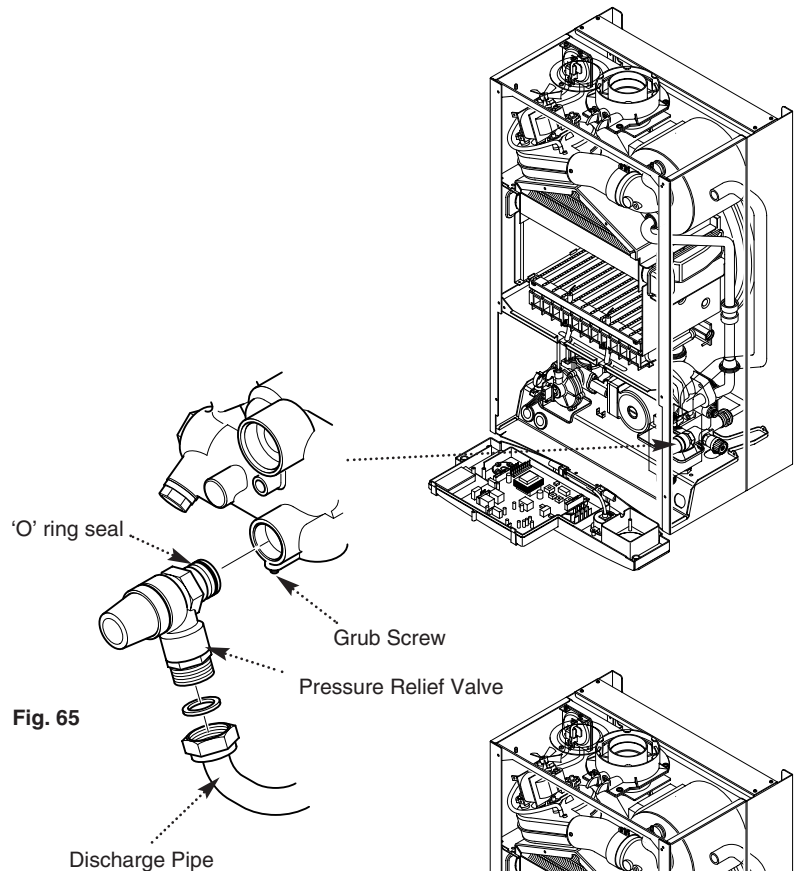

Fig. 65
12.17 Pressure Relief Valve (Fig. 65)